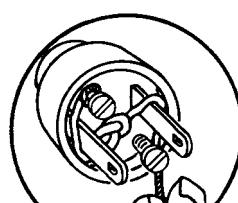

Fig. 6
6. Tuerza los alambres finos a la derecha (Fig. 6).